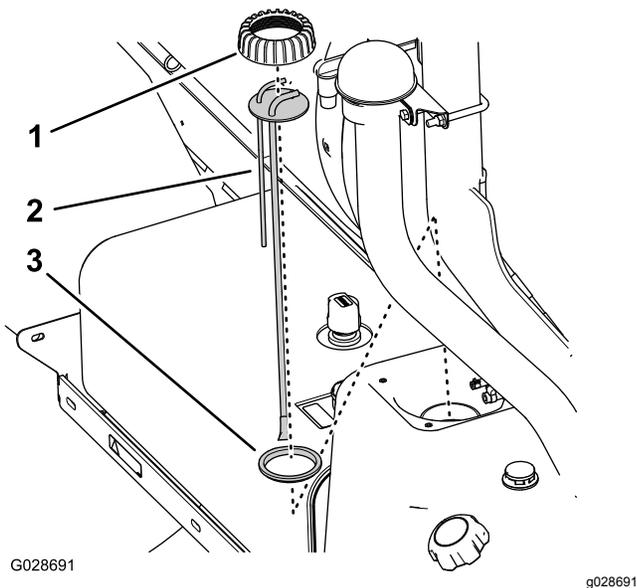

Figure 79
5. Tournez le bouchon du tuyau vertical/transmetteur de carburant dans le sens antihoraire pour le retirer (Figure 79).
- Soulevez et déposez le tuyau vertical/transmetteur de carburant du réservoir de carburant (Figure 79).
- Placez le bouchon sur le tuyau vertical et le tuyau vertical sur le joint (Figure 79).
- Alignez le bouchon, le tuyau vertical et le joint, et insérez l'ensemble avec précaution dans le réservoir de carburant (Figure 79).
- Vissez le bouchon sur le goulot du réservoir de carburant et serrez-le à la main (Figure 79).